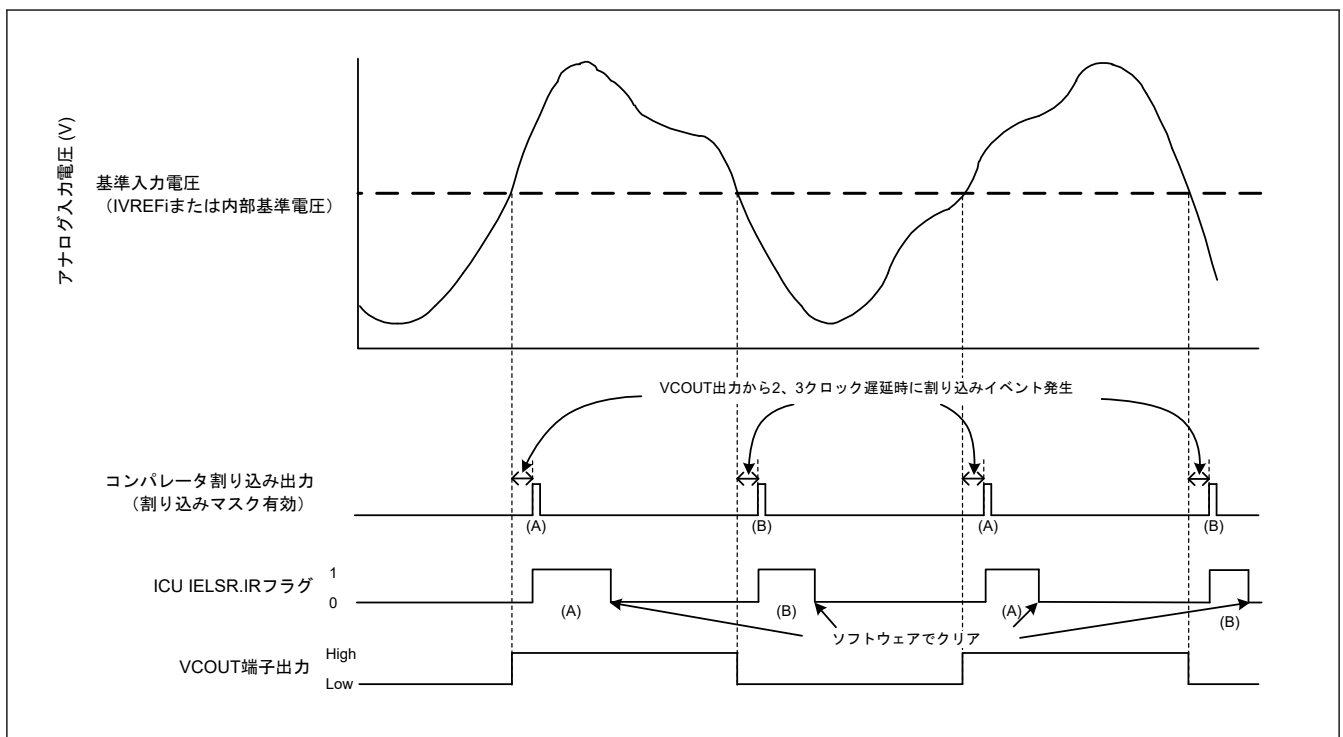
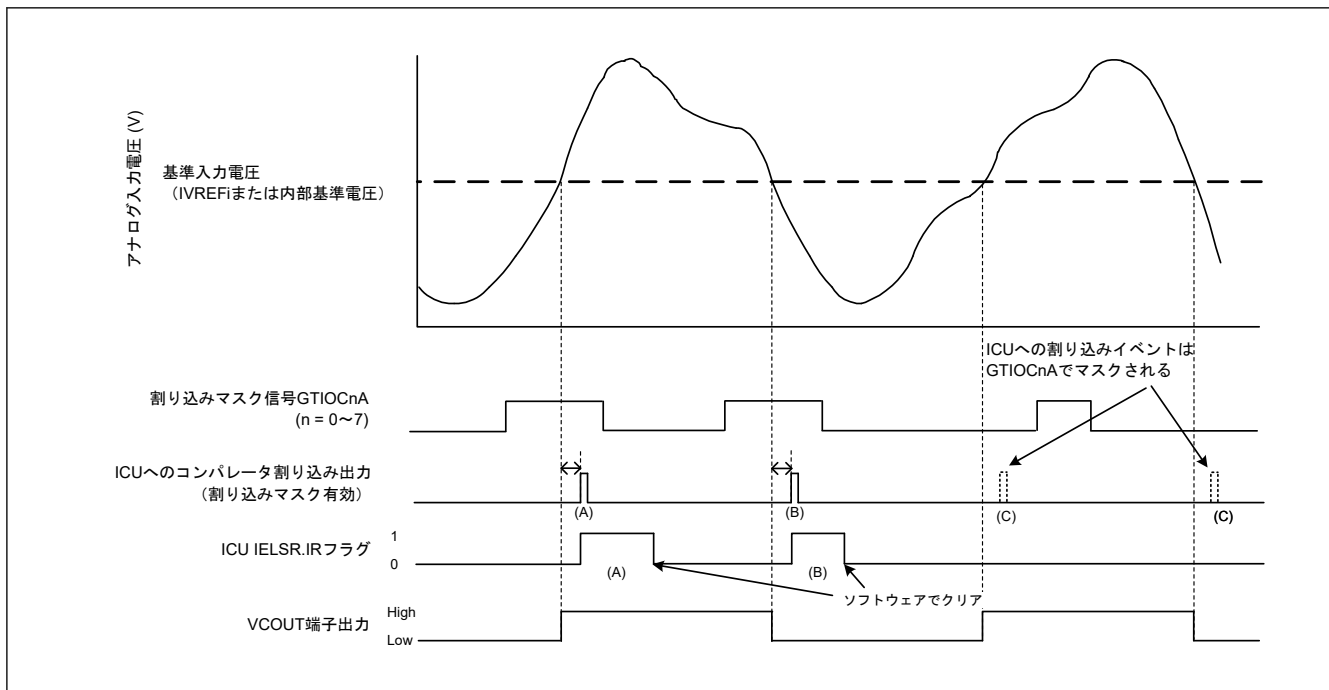

図 42.2 ACMPHS の動作例 (割り込みマスク機能無効)
図 42.3 ACMPHS の動作例 (割り込みマスク機能有効)
図 42.2 と図 42.3 に ACMPHS の動作例を示します。アナログ入力電圧が ACMPHS 基準入力電圧より高い場合は、VCOUT 出力が 1 になります。アナログ入力電圧が ACMPHS 基準入力電圧より低い場合は、VCOUT 出力が 0 になります。ACMPHS 出力が変化すると、割り込み要求と ELC イベントが出力されます。
図 42.2 は CPOE = 1 (端子出力有効)、CDFFS[1:0] = 00b (フィルタを使用しない)、かつ CEG[1:0] = 11b (両エッジ検出を選択) の場合の例です。CINV = 0、CEG[1:0] = 01b (ACMPHS からの非反転出力信号用に立ち上がりエッジ検出を選択) の場合、IELSR.IR フラグは (A) で示されるように変化します。CINV = 0、CEG[1:0] = 10b (ACMPHS からの非反転出力信号用に立ち下がりエッジ検出を選択) の場合、IR フラグは (B) で示されるように変化します。CPOE = 1 の場合、VCOUT は直接出力します。
図 42.3 は CPOE = 1 (端子出力有効)、CDFFS[1:0] = 00b (フィルタを使用しない)、かつ CEG[1:0] = 11b (両エッジ検出を選択) の場合の例です。CINV = 0、CEG[1:0] = 01b (ACMPHS からの非反転出力信号用に立ち上がりエッジ検出を選択) の場合、IELSR.IR フラグは (A) で示されるように変化します。CINV = 0、CEG[1:0] = 10b (ACMPHS からの非反転出力信号用に立ち下がりエッジ検出を選択) の場合、IR フラグは (B) で示されるように変化します。
ICU/ELC への割り込みイベントは GPT 出力 (GTIO*CnA* ( $n = 0 \sim 7$ )) によりマスク可能であり、CPINTCTL.MSKE ビットと CPMSKCTL.MSKSEL[2:0] ビットで制御します。詳細は、図 42.3 を参照してください。